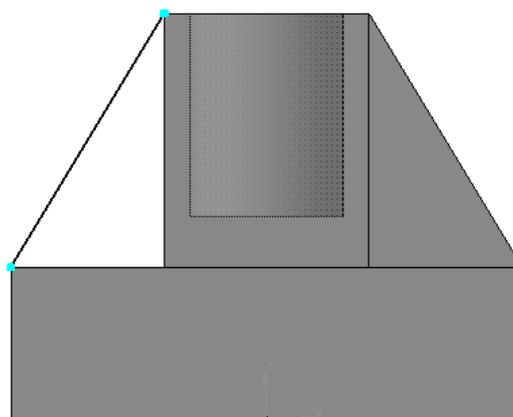

Рисунок 36
7. Аналогично построить второе ребро жесткости (Рисунок 36).